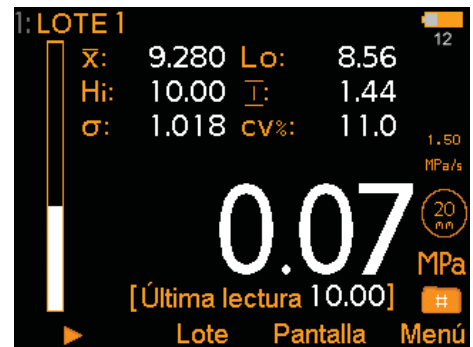

Fig. 2: Estadísticas seleccionadas
- **Estadísticas seleccionadas (Fig. 2);** conforme haya definido el usuario a través de Pantalla/Estadísticas/ Estadísticas seleccionadas. El usuario puede optar por ver solo las seleccionadas o por verlas todas. Seleccione entre: